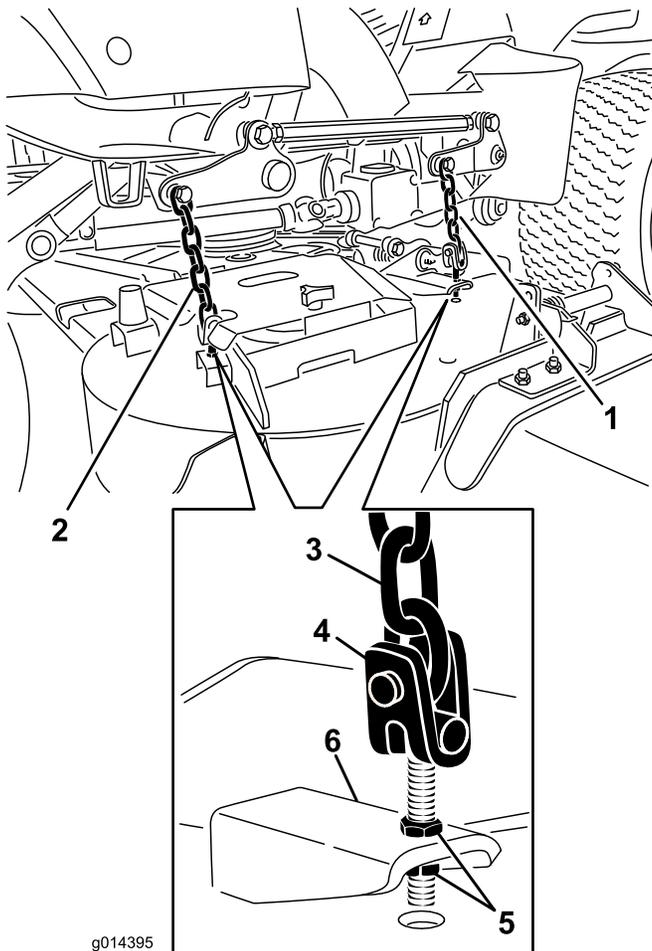

Bild 70
8. Stellen Sie die Klemmmuttern ein, mit denen die Mähwerkabeln bzw. -ketten am Mähwerk befestigt sind, bis das Mähwerk nivelliert ist (Bild 70).
7. Stellen Sie die Klemmmuttern ein, mit denen die hinteren Mähwerkabeln bzw. -ketten befestigt sind, um das Mähwerk hinten anzuheben, sodass die Messereneigung auf 8 mm eingestellt ist (Bild 70).